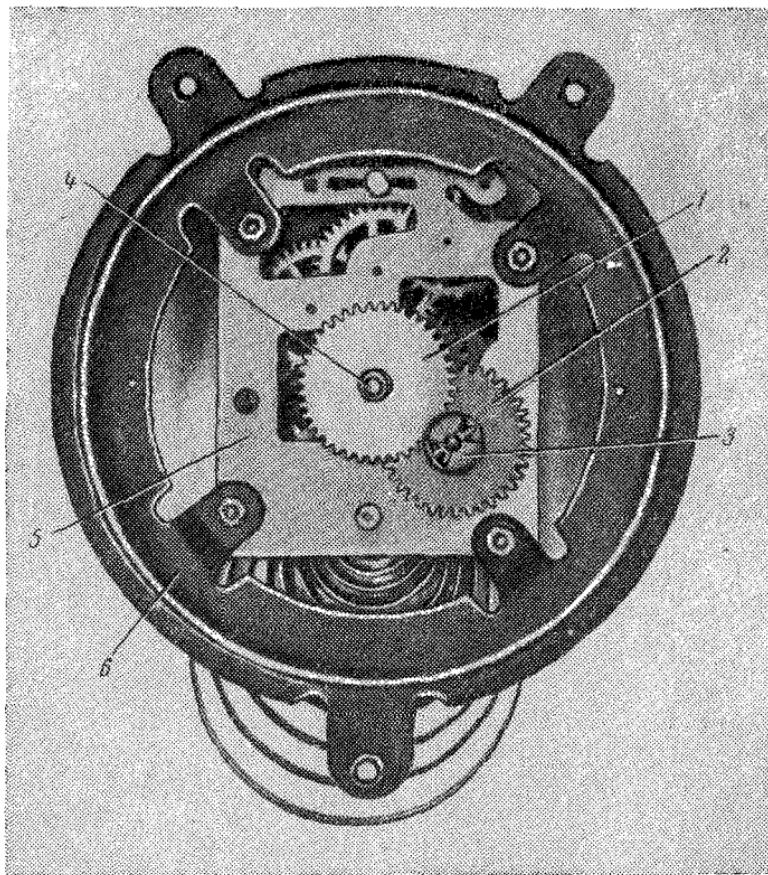
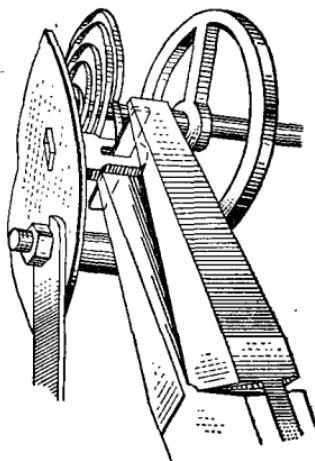

Рис. 22. Подциферблочная плата механизма (узел стрелочной передачи):
Рис. 29. Закрепление наружного конца волоска в колонке штифтом
**Узел стрелочной передачи** (рис. 22) состоит из минутной
После этого снимают на подциферблатной платине (см. рис. 22) часовое 1 и вексельное 2 колеса. Чтобы снять вексельное колесо, надо вначале снять замковую шайбу 3. Детали положить на разборную карту — часовое колесо на клетку *b*, вексельное колесо и замковую шайбу на клетку *g*. Минутную трибку не снимать с механизма.
чтобы импульсный штифт находился в пазу между рожками вилки и стоял прямо против вилки: это необходимо для обеспечения ритмичного хода. Между осью баланса и боковой частью анкерной вилки с обеих сторон должен быть одинаковый зазор. Затем наружный конец волоска пропускают между штифтами регулятора (градусника) и закрепляют в отверстии колонки штифтом (рис. 29). Импульсный штифт баланса должен находиться в центре паза вилки. Такое положение достигается передвижением колодки на оси баланса или передвижением волоска в колодке. Волосок должен находиться в одной плоскости, т. е. ни один из витков не должен выступать выше или ниже. Во время хода волосок не должен упираться в близлежащие детали, в том числе и виток в виток. Затем на подциферблатной платине (см. рис. 22) устанавливают вексельное колесо 2, на ось минутной трибки надевают часовое колесо 1 и закрепляют вексельное колесо замковой шайбой 3. Проверяют,
Затем закрепляют волосок в колонке. Для этого в прорезь градусника заводят первый виток волоска, а наружный конец вставляют в отверстие колонки и закрепляют штифтом (см. рис. 29).